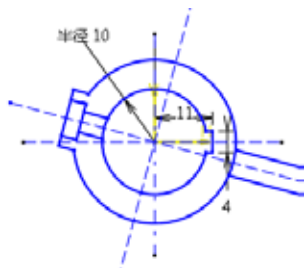

图5-98 绘制圆和直线
- 11 再利用【圆】和【直线】命令绘制如图5-98所示的图形。